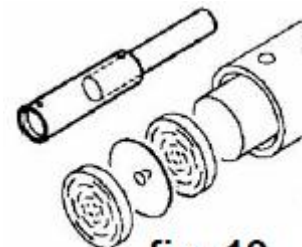

fig. 19
④ 押し出し棒をホイッピングパイプに押し込み、中のホイッピングディスク12枚と間に挟まっているプレート11枚(ホイッピングディスクコラムの中全部)を押し出してしてください。(fig.19)